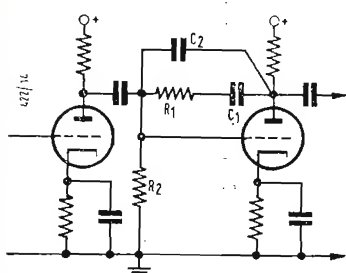

Fig. 3
2°) Collegare detto contatto centrale all'ingresso I_1 (capo alto del potenziometro $R_1 = 0,5 \text{ M}\Omega$) di V_1 12 AU7 di fig. 3 (pagina 45 - n. 2 - 1959).
3°) Realizzare il circuito di fig. 3 limitatamente al tubo V_1 e al controllo dei toni fino al punto A (capo sinistro di $C_7 = 0,25 \mu\text{F}$).
4°) Collegare il punto A di fig. 3 al capo sinistro di $R_2 = 120 \text{ k}\Omega$ del Leak all'entrata in griglia del 1° stadio.
5°) L'apertura per il tweeter deve essere piccola non superiore a $16 \times 4,2 = 67,2$ cm² (come mostra la fig. 3 a pag. 211). Se i suoi due altoparlanti sono grandi, conviene montarli in una cassetta a parte, che potrà essere collocata sopra al mobile principale.
a) controreazione applicata a un solo stadio a triodo (fig. 3) preceduto da un altro triodo.
Il circuito di fig. 4 facente uso della R_3 è preferibile a quello di fig. 3. Il circuito di